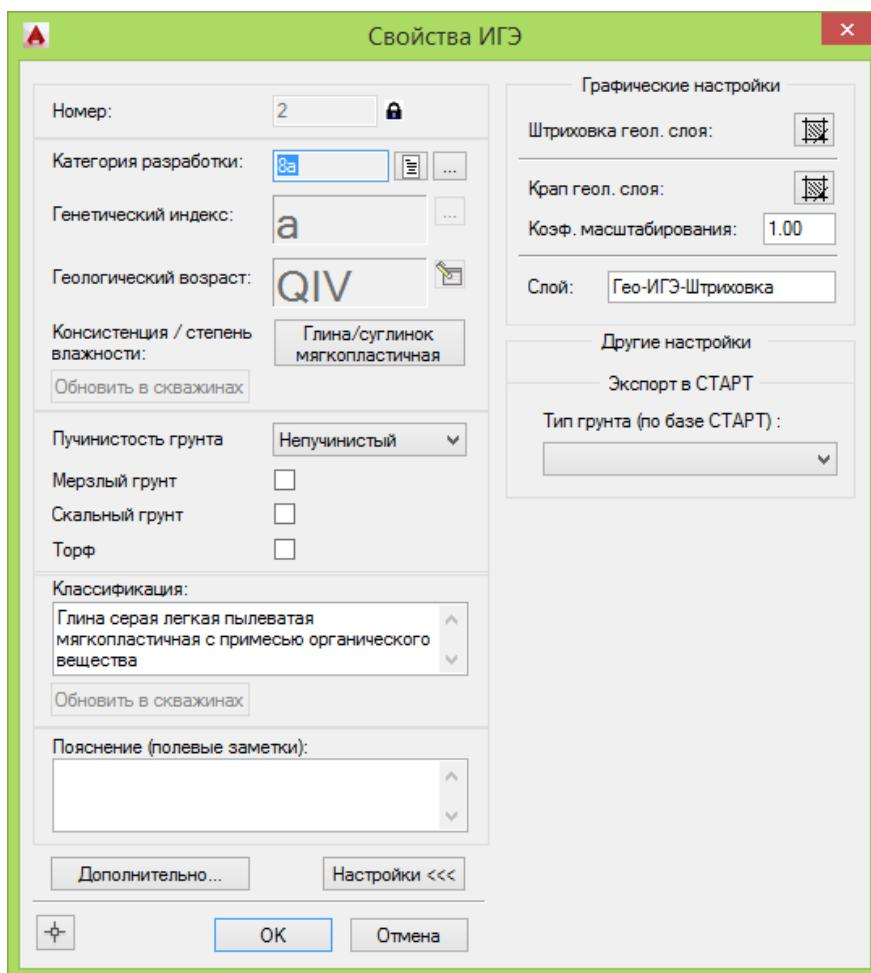

Рис. 51. Диалоговое окно свойств ИГЭ служит для ввода и редактирования данных по ИГЭ: свойств грунта и графических настроек.
- в диалоговом окне Свойства ИГЭ (см. Рис. 51) нажать кнопку Обновить в скважинах;
Чтобы задать консистенцию мерзлого грунта, следует в диалоговом окне свойств ИГЭ (см. Рис. 51) установить флажок Мерзлый грунт – консистенция автоматически будет установлена как Мерзлый, и нажать кнопку Обновить в скважинах, чтобы внести изменения во все слои скважин по данному ИГЭ. Для мерзлого грунта штриховка консистенции наноситься в виде звездочек на расстоянии 10 мм.
Чтобы просмотреть или изменить нормативные значения, нужно в диалоговом окне *Свойства ИГЭ* нажать **Дополнительно** и в диалоговом окне *Нормативные значения характеристик ИГЭ* (см. Рис. 51) внести изменения.